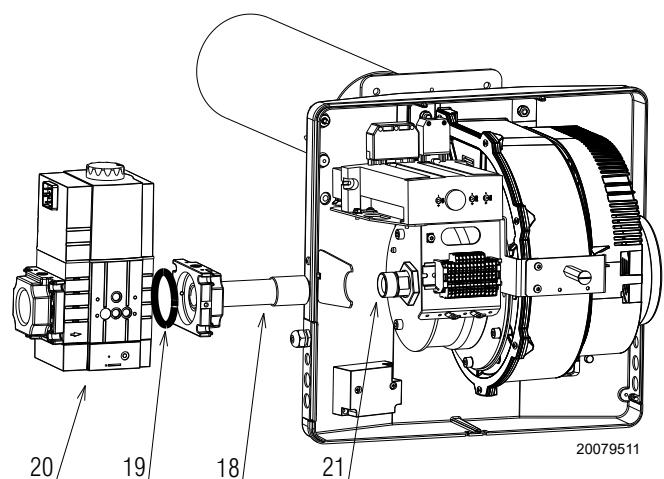

Fig. 11
- Fixer la vanne de gaz 20) à la bride (Fig. 11) à l'aide des 4 vis 18)(Fig. 11) fournies.
- Attention à la présence du joint 19)(Fig. 11) et à l'étanchéité du gaz.